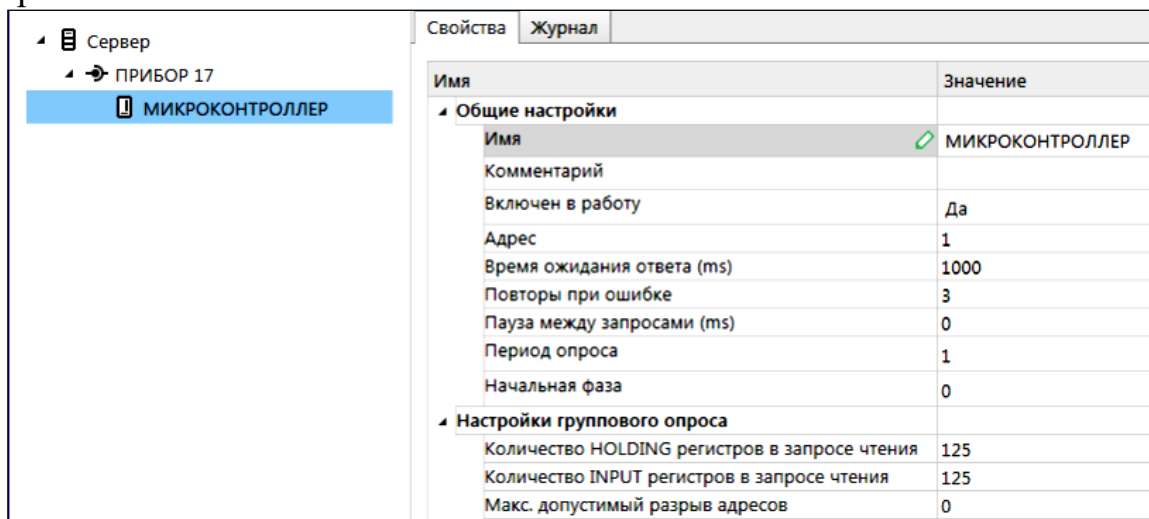

Рис.2. Пример настройки свойств микроконтроллера
- С помощью верхнего меню, или контекстного меню, добавить устройство и при желании дать ему свое имя (рис.2). Первое устройство узла имеет адрес равный 1.